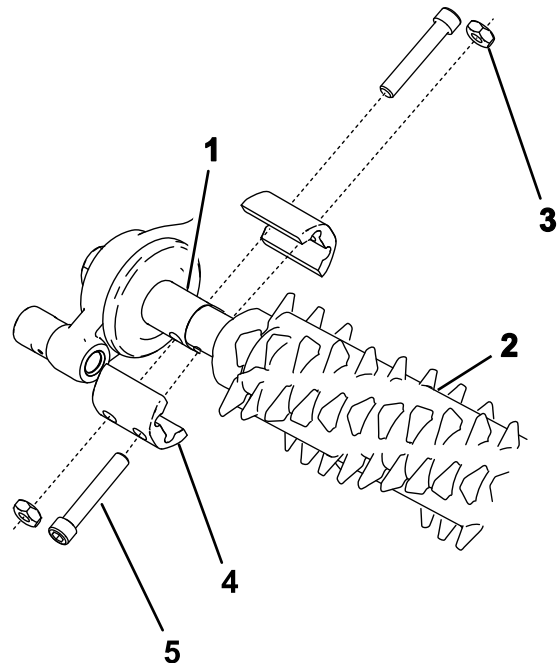

Bild 23
2. Fluchten Sie den Groomer mit dem Groomerantrieb und der Spannscheibe aus (Bild 23).
3. Befestigen Sie den Groomer an der Maschine, wie in Bild 23 abgebildet, und ziehen Sie die Schrauben an.